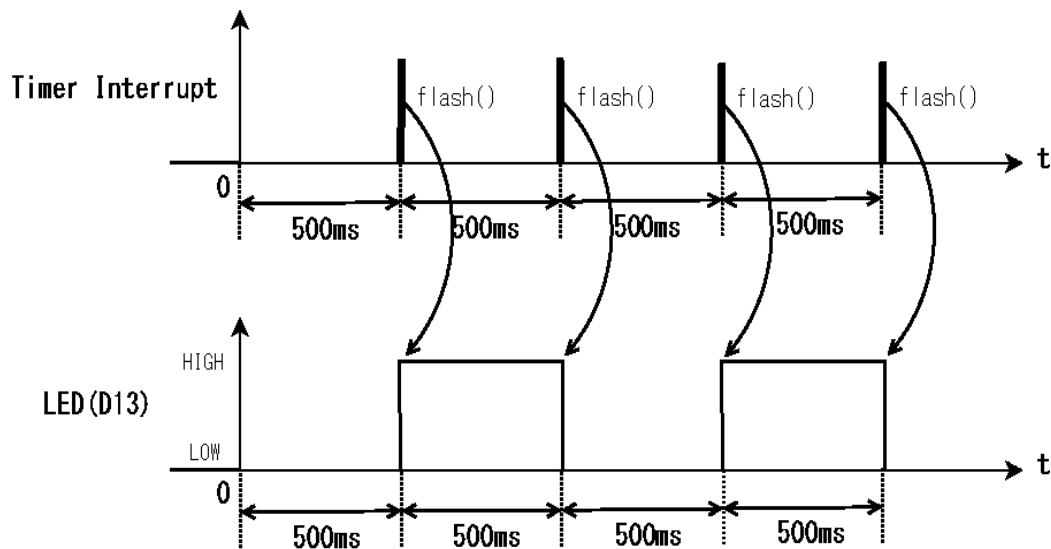

図 2.61 MsTimer2 サンプルプログラム (FlashLed) の実行波形
(7) ファイルメニュー 書き込み
(8) 図 2.61 のように、LED が 500ms ごとに点灯、消灯を繰り返すことを確認する (周期 T=1.0 秒で点滅する：周波数 f=1.0 Hz)。